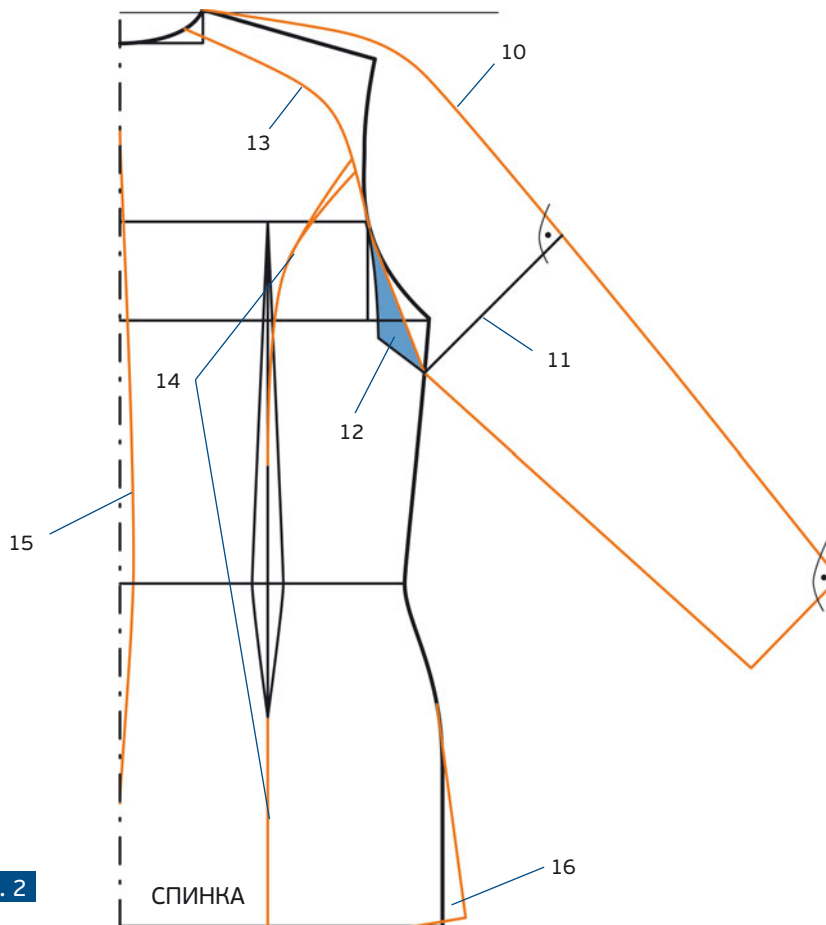

РИС. 2
12. Перечертите полученную деталь в зеркальном отражении (рис. 2, синим цветом).